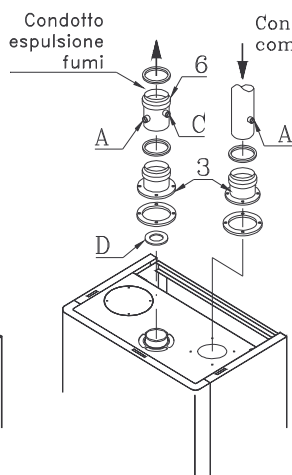

Fig.10
In questa configurazione l'aspirazione dell'aria comburente e lo scarico dei fumi sono canalizzati in due "condotti separati"; in tal caso sull'apparecchio va posizionato un apposito raccordo sia per l'aspirazione che per lo scarico (3). Anche in questo caso potrà essere scelto un terminale per l'uscita a parete o a tetto verticale oppure orizzontale mediante gli appositi accessori (3) Fig.10.